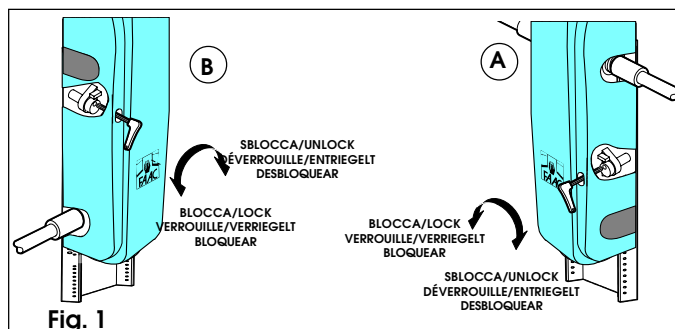

Fig. 1
- De l'intérieur (Fig. 1)
- De l'extérieur (Fig. 1)